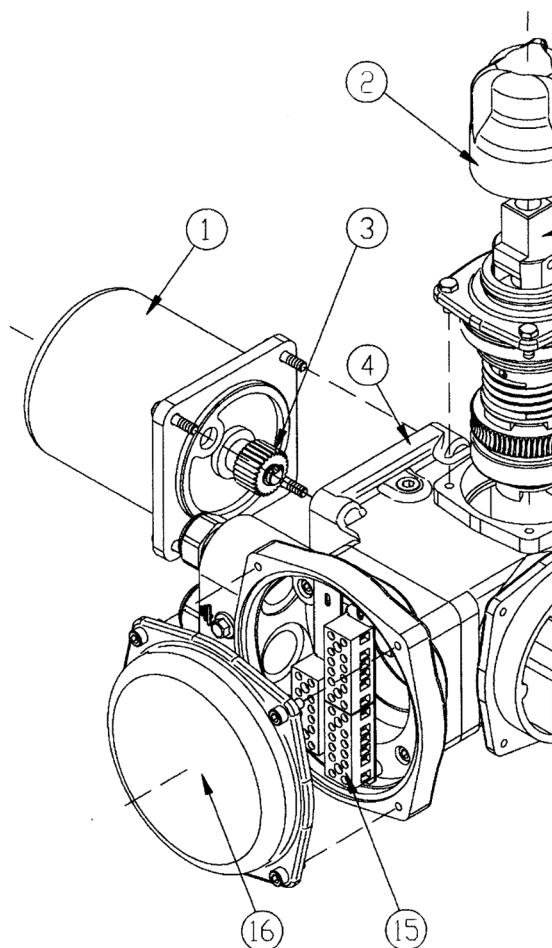
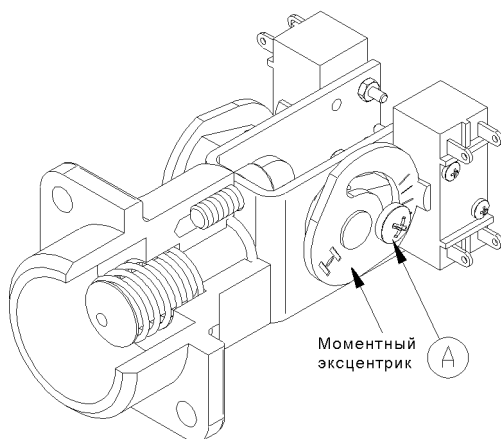

Рис.1 Электропривод ГЗ-А.70
Рис.3 Ограничитель крутящего момента
Электродвигателя (1), червячного редуктора (9, 10), двухсторонней муфты ограничения крутящего момента (моментная муфта) (10, 11, 12), ограничителя хода выходного вала (14), индикатора положения затвора арматуры (13), рычага переключения режимов работы (6), выходного вала (7) и корпусных деталей (рис. 1).
Ограничитель хода выходного вала состоит из микровыключателей (31, 32, 33, 34), кулачков (30), размещенных на валу индикатора положения затвора (13), потенциометра (42) – (если он установлен), шестерни потенциометра (43), которая соединена с индикатором положения затвора (13) (рис. 1, рис. 2).
При ручном управлении вращение от рычага переключения режимов (6) (рис. 1) передается на выходной вал (7) электропривода. Один оборот рычага соответствует одному обороту выходного вала.
Ограничитель хода выходного вала (14) (рис. 1) непосредственно подсоединен через шестерню (5) к выходному валу. После надлежащей настройки ограничителя хода выходного вала индикатор положения затвора арматуры (13) соответствует определенным положениям затвора арматуры независимо от режима работы привода - ручного или электрического.
При достижении предварительно установленной величины крутящего момента в положении ЗАКРЫТО или ОТКРЫТО, либо в случае аварийного заклинивания штока затвора арматуры в промежуточном положении, выходной вал с червячным колесом останавливается, а червячный вал (10), ввинчиваясь в венец червячного колеса (9), вследствие продолжающегося вращения ротора электродвигателя, начинает перемещаться в осевом направлении, сжимая тарельчатые пружины (11) (рис. 1). Величина сжатия тарельчатых пружин определена необходимым усилием уплотнения затвора арматуры и устанавливается при настройке электропривода. Поступательное движение червячного вала приводит к перемещению вала ограничителя крутящего момента (12) (рис. 1). Вал ограничителя крутящего момента (рис. 3) поворачивает моментные эксцентрики, нажимая кнопки муфтовых микровыключателей, размыкает цепь управления питанием двигателя электропривода.
На электроприводе ГЗ-А.70 используется моментный эксцентрик (рис. 3).